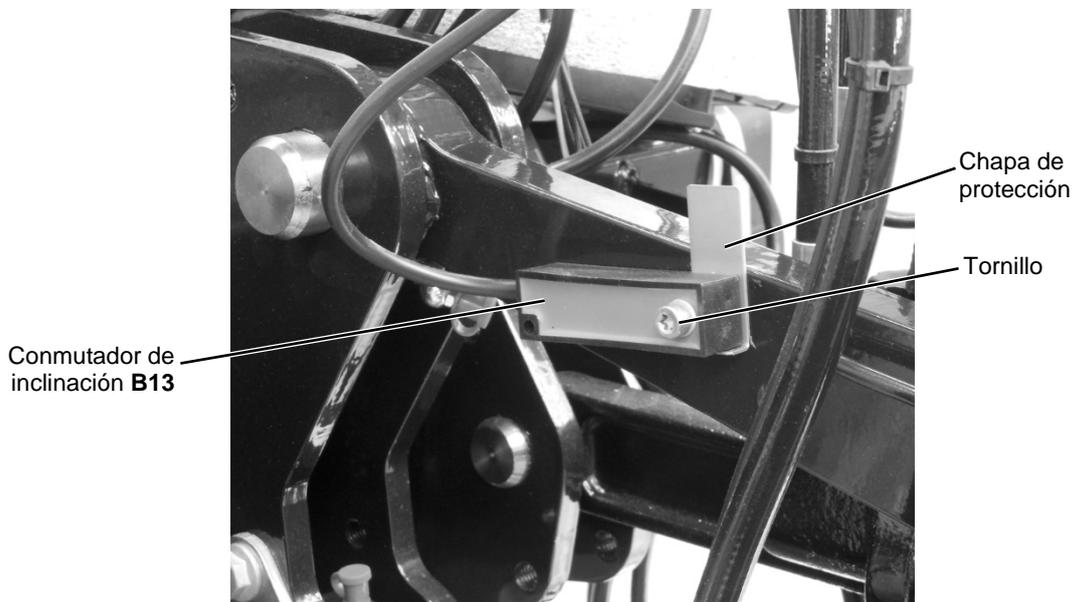

Figura 46: Conmutador de inclinación **B13** (2)
- Afloje el tornillo del conmutador de inclinación **B13** en la barra de guía derecha del bastidor de torsión (véase Figura 46).